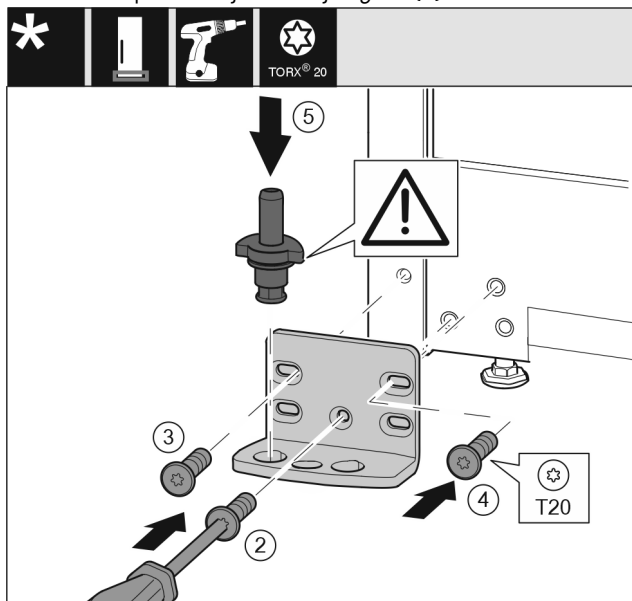

Fig. 15
- ▶ Ležajni podstavek namestite na drugo stran in privijte s pomočjo izvijača T20. Pričnite z vijakom 2 spodaj na sredini. Fig. 15 (2)
- ▶ Privijte vijaka 3 in 4. Fig. 15 (3,4)
- ▶ V celoti vstavite ležajni sornik. Pri tem pazite na to, da je zaskočni zapah obrnjen nazaj. Fig. 15 (5)